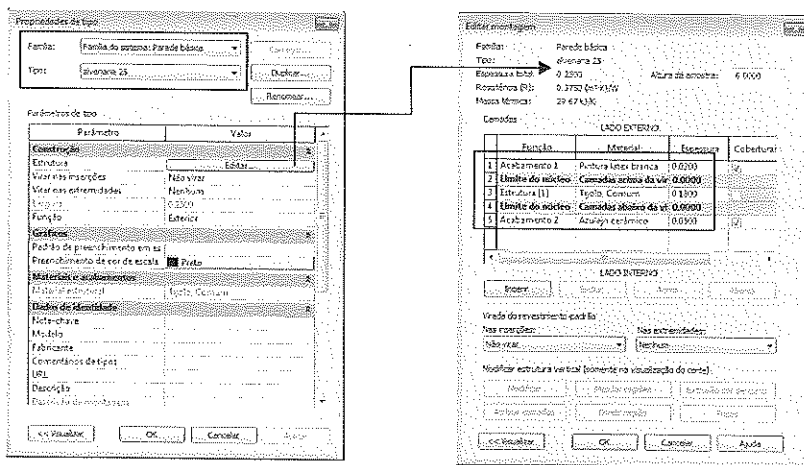

Figura 3.14 – Propriedades de tipo.
■ **Propriedades de tipo:** definem os parâmetros de tipos de paredes. Elas são definidas para todas as paredes de um mesmo tipo. São aparência, estrutura e tamanho. A Figura 3.14 mostra um exemplo de **Propriedades de tipo** para uma parede de alvenaria de 25 cm. Ao acessar essa opção, surge a janela de diálogo da Figura 3.14, na qual estão os parâmetros da parede selecionada, os quais são comuns a todas as paredes do mesmo tipo. Ao modificar um parâmetro nas **Propriedades de tipo**, a alteração se dá em todas as paredes desse tipo no projeto. Por exemplo, se a espessura do acabamento for alterada, todas as paredes com o mesmo tipo no projeto serão modificadas.